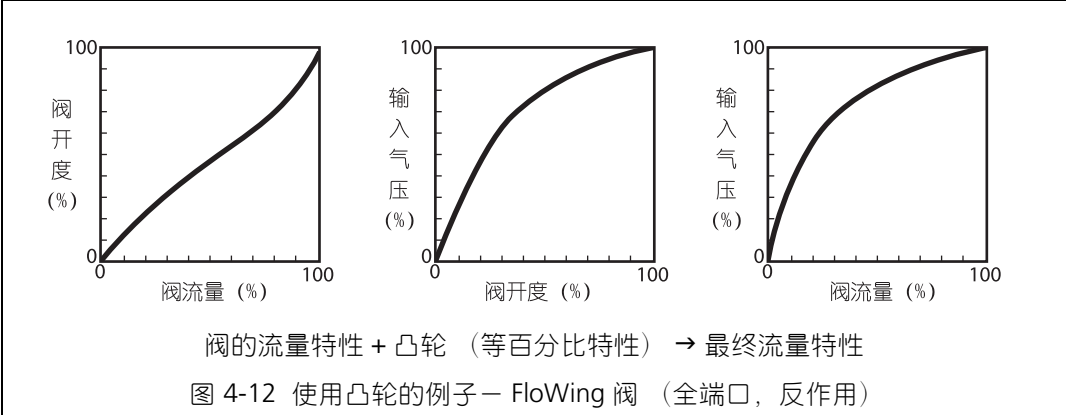

图 4-12 使用凸轮的例子 - FloWing 阀（全端口，反作用）
- (1) 确认阀是正作用（air-to-close）还是反作用（air-to-open）。
- (2) 参照图 4-12，选定能够获得适合于过程要求的流量特性的凸轮特性。